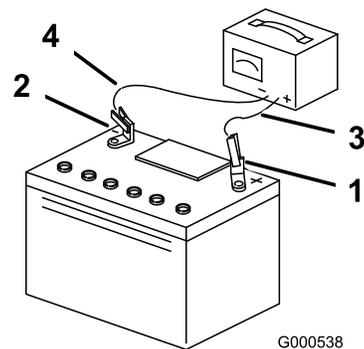

Figura 48
- Cuando la batería esté completamente cargada, desconecte el cargador del suministro eléctrico, y desconecte los cables del cargador de los bornes de la batería (Figura 48).